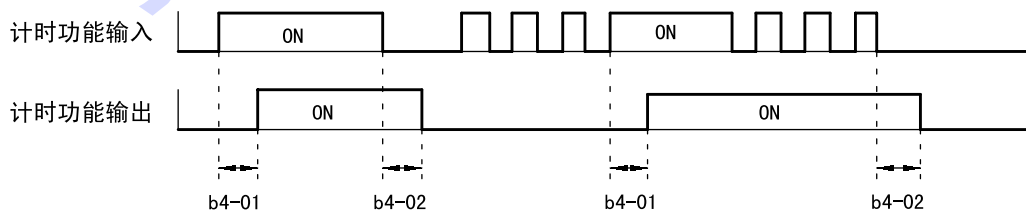

图 7.22 计时功能的动作举例
- 计时功能输入为 OFF 的时间长于 b4-02 (计时功能的 OFF 延迟时间) 的设定值时，计时功能输出为 OFF。图 7.22 所示计时功能的动作举例。